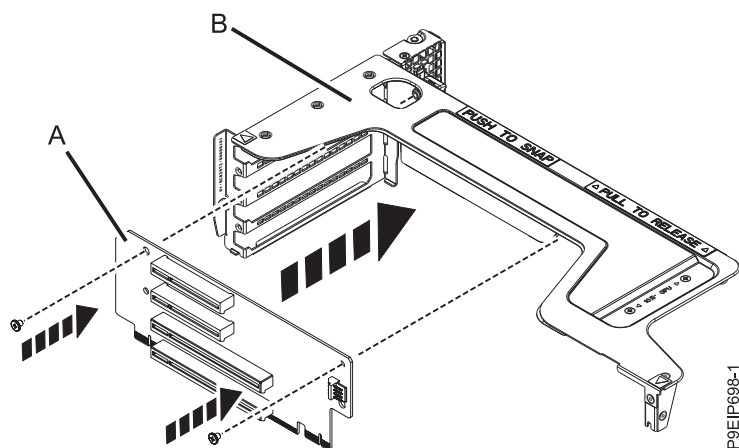

Figure 58. Remplacement de la carte mezzanine des positions 3, 5 et 6
5. Si la carte mezzanine installée aux positions 3, 5 ou 6 a besoin d'être remplacée, remplacez-la dans le support de connecteur de bus. Remettez en place les deux vis qui permettent de fixer la carte mezzanine au support du connecteur de bus, comme indiqué dans la figure 58, à la page 53.